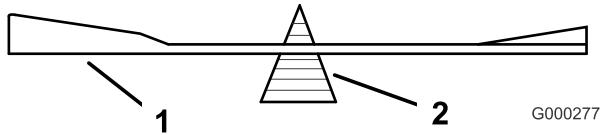
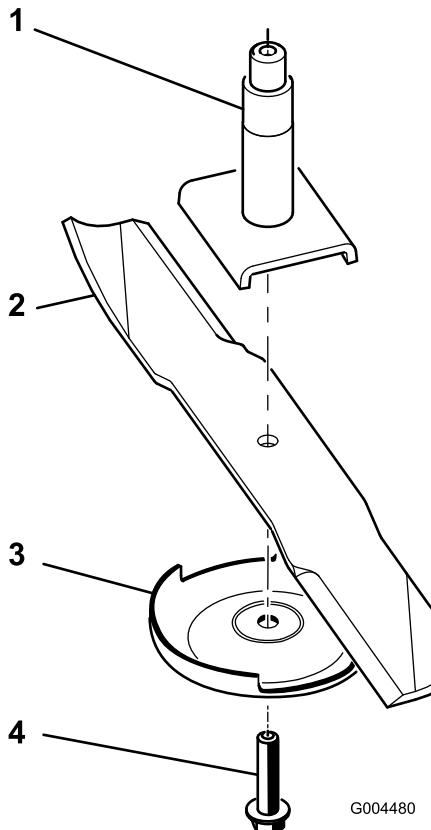

Figura 22
Figura 23
2. Togliete il bullone della lama, la piastra antistrappo e la lama dall'asse del fusello (Figura 23).
2. Controllate l'equilibrio della lama posizionandola su un bilanciatore (Figura 22). Se la lama rimane in posizione orizzontale, è bilanciata e può essere utilizzata. Se la lama non è bilanciata, limitate del metallo soltanto dalla costa (Figura 23). Ripetete la procedura finché la lama non è perfettamente bilanciata.
1. Montate la lama sull'asse del fusello (Figura 23).
2. Montate la piastra antistrappo e il bullone della lama (Figura 23).